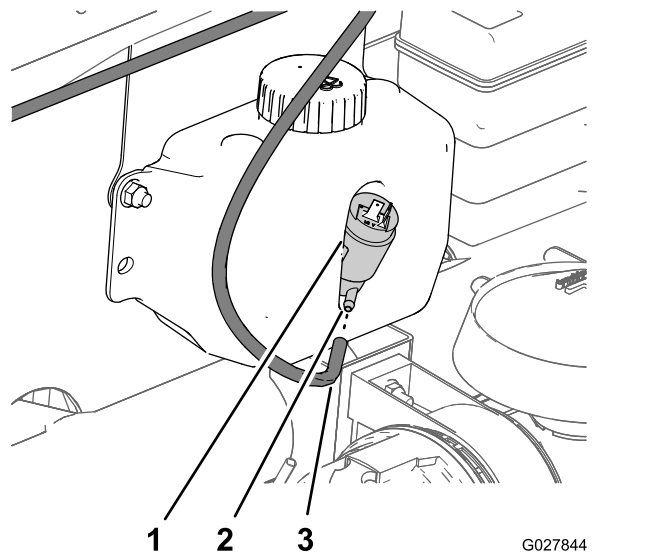

Рисунок 24
1. На бачке омывателя совместите конец шланга со штуцером типа «елочка» насоса омывателя (Рисунок 24).
2. Наденьте шланг на штуцер до полной посадки (Рисунок 24).
- A. На бачке омывателя снимите шланг со штуцера «типа елочка» на насосе (Рисунок 24).
- C. Наденьте шланг на штуцер до полной посадки (Рисунок 24).